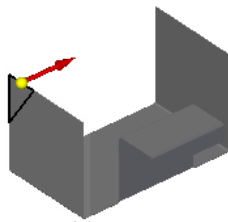

图 8.9.17 定义移除方向
(3) 定义法向除料特征属性。在命令条中单击“厚度剪切”按钮  和“全部穿透”按钮 ，并将移除方向调整至图 8.9.17 所示的方向。